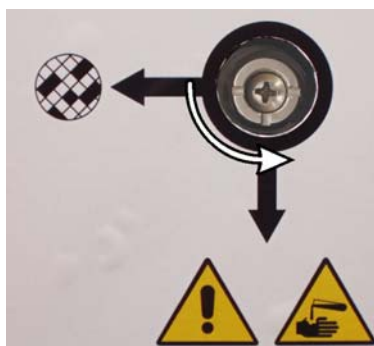

Figura 19. A válvula de selecção de vapores na posição do sistema externo
2. Rode a válvula de selecção de vapores  $\frac{1}{4}$  de volta no sentido contrário ao dos ponteiros do relógio para direccionar os vapores para a saída de vapores (consulte a Figura 19).